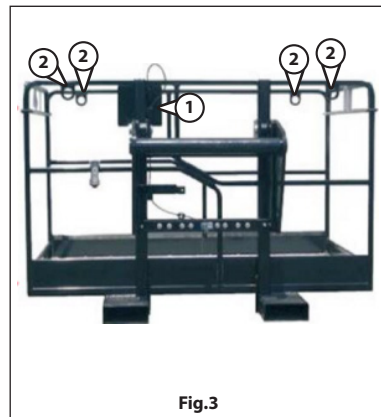

Fig.3
## Targhe identificative sul cestello (Vedi Fig. 3)
Questo adesivo mostra dove la cintura di sicurezza deve essere agganciata e specifica il numero di operatori che sono autorizzati ad agganciarsi. (Vedi Fig. 3) :
## Identification plates on platform (See Fig. 3)
**Safety hook-up (See Fig. 4)** This sticker shows where the safety belt must be connected and specifies the number of operators who are permitted to hook up to the device. (See Fig. 3) :